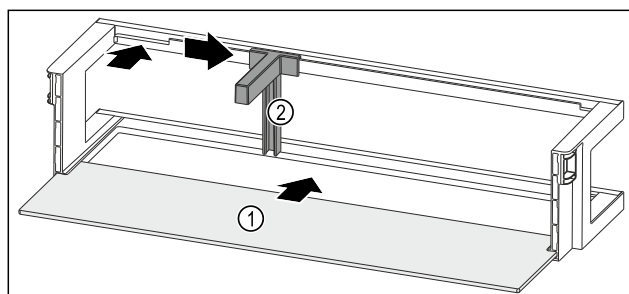

Fig. 176 带搁板的门边存放架
- ▶ 将搁板 Fig. 176 (1)推入侧面凹槽。
- ▶ 将瓶托 Fig. 176 (2)装入槽中。
- ▶ 将瓶托 Fig. 176 (2)推至一侧的所需位置。